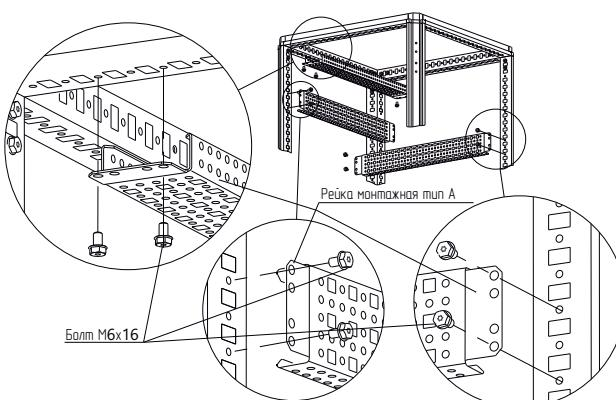

Рисунок 1
- 4.1.2 Приложить рейку монтажную тип А к стойкам каркаса на нужной высоте или к профилям крыши и закрепить самонарезающими болтами M6×16 (рисунок 1). Момент затяжки – 7 Н·м. Болты приобрести отдельно.